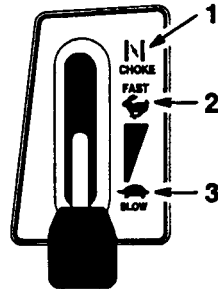

Figure 8
4. Mettre la commande des gaz sur CHOKE (STARTER) (Fig. 8).
5. Tourner la clé de contact dans le sens horaire et la garder à la position START (DEMARRAGE) (Fig. 8). Relâcher la clé quand le moteur démarre.
6. Quand le moteur a démarré, amener lentement la commande des gaz sur FAST (RAPIDE) (Fig. 8).
2. Tourner la clé de contact sur OFF (ARRET) (Fig. 8).